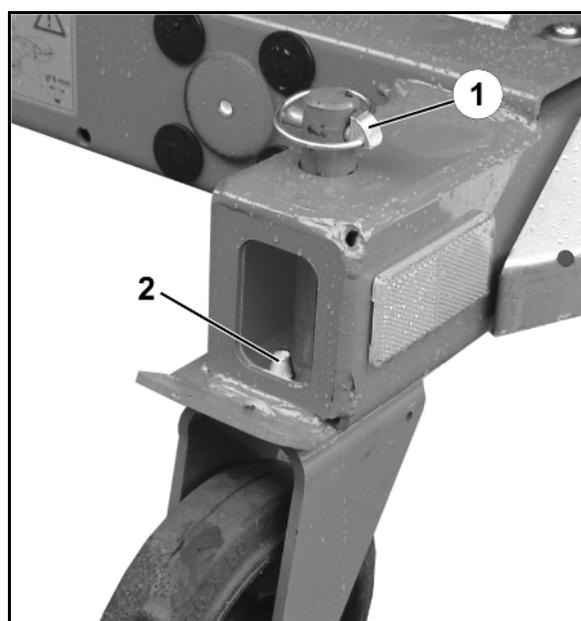

Fig. 39
6. Montez les roulettes avec frein fixes (Fig. 39) à l'arrière
- o et bloquez-les avec la goupille (Fig. 39/1),
Veillez lors du montage des roulettes fixes à ce que l'axe (Fig. 39/2) soit enchâssé dans l'alésage du bâti et maintienne ainsi les roulettes dans le sens de la longueur.